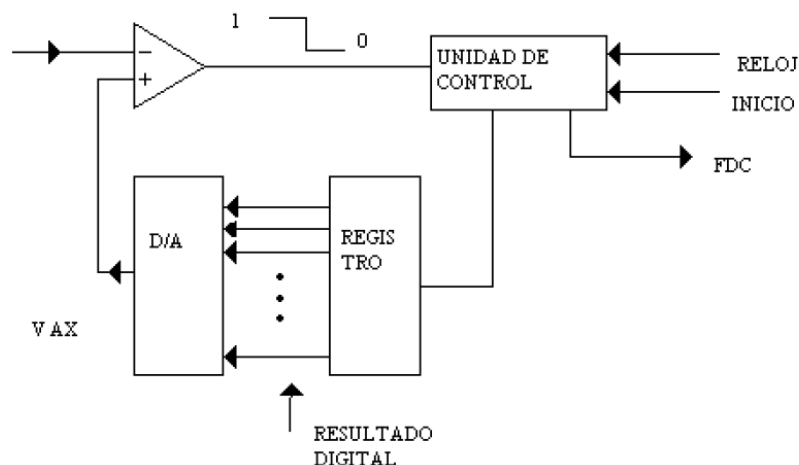

Figura No. 3 Operación básica de los conversores análogos digitales
- La lógica de control activa la señal de fin de conversión, FDC, cuando se completa el proceso de conversión (Figura No. 3).